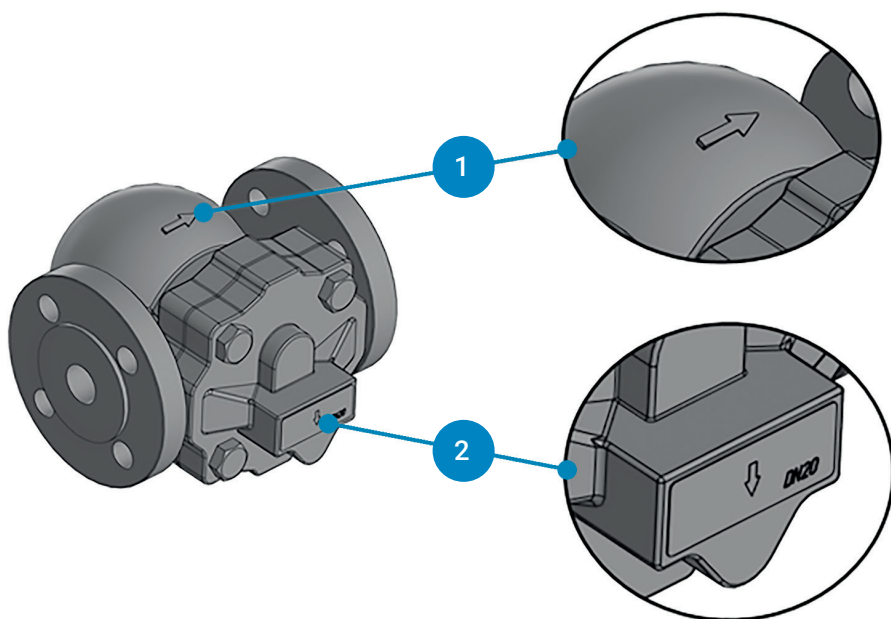

Рисунок 6. Размещение конденсатоотводчика.
1. Стрелка на корпусе конденсатоотводчика должна совпадать с направлением потока конденсата (см. Рис. 6).
2. Стрелка на маркировочной табличке должна быть направлена вертикально вниз (см. Рис. 6).